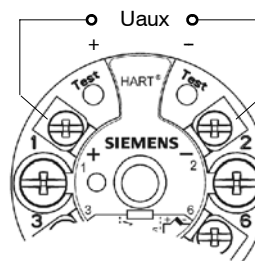

Imagen 8 Esquemas de conexiones
- Conexión del sensor, véase Imagen 8, página 18
Conecte los hilos de la alimentación de la energía auxiliar de acuerdo con la Imagen 8 a los bornes “1(+)” y “2(-)” teniendo en cuenta la polaridad (el aparato está protegido contra la inversión de polaridad).
De acuerdo con la Imagen 8, conecte el amperímetro a los dos bornes de prueba “prueba(+)” y “prueba(-)”. A partir de ese momento, podrá controlar la corriente de entre 4 y 20 mA.